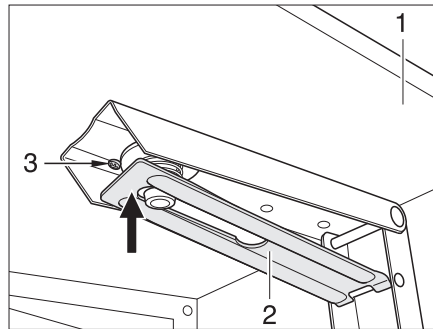

Fig. 62 Apoyo de la prolongación del banco de asiento
- Abatir la prolongación del banco de asiento (Fig. 62,1) hacia arriba. El apoyo (Fig. 62,2) engatilla automáticamente.
- Presionar el apoyo (Fig. 62,2) hacia arriba en sentido de la flecha, contra la resistencia del resorte espiral (Fig. 62,3). La prolongación del banco de asiento está desbloqueada.